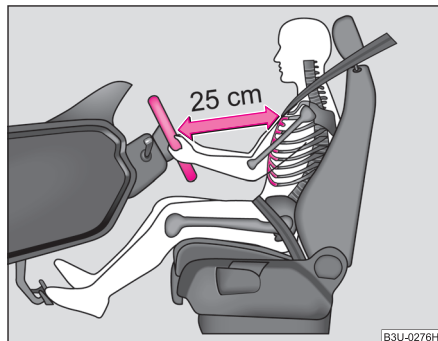

Abb. 116 Der richtige Abstand des Fahrers vom Lenkrad
- Stellen Sie das Lenkrad so ein, dass der Abstand zwischen Lenkrad und Brustbein mindestens 25 cm beträgt ⇒ **Abb. 116**.
- Der Fahrer muss einen Abstand zum Lenkrad von mindestens 25 cm einhalten ⇒ Seite 147, Abb. 116. Wenn Sie den Mindestabstand nicht einhalten, kann Sie das Airbag-System nicht schützen - Lebensgefahr!